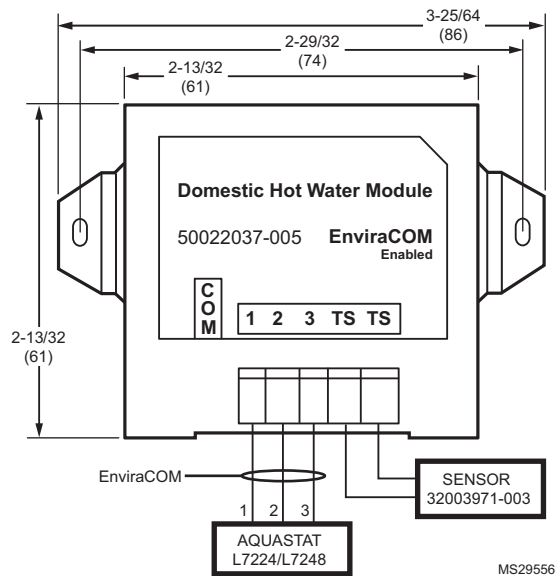

Fig. 2. Diagrama de cableado del módulo para agua caliente doméstica (DHW) 50022037-005.
1. Conecte los terminales 1, 2 y 3 del bus EnviraCOM del módulo para DHW a los terminales 1, 2 y 3 del Aquastat habilitado con EnviraCOM™, al termostato (si está disponible) o en cualquier parte del bus donde haya un acceso conveniente. (Ver Fig. 2).